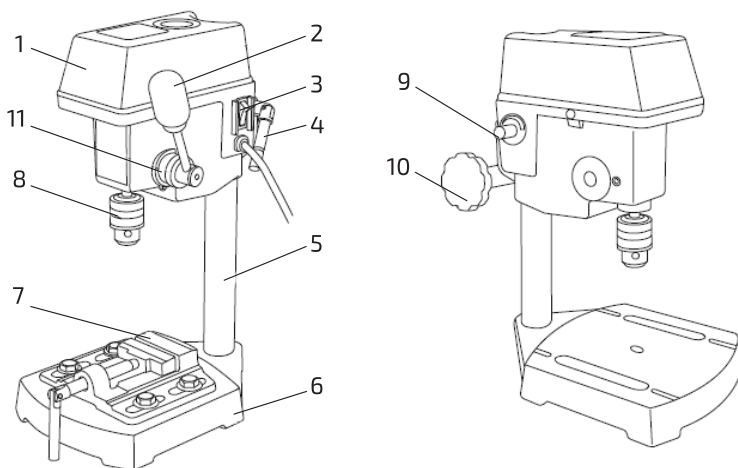

Рис. 1
Основные компоненты вертикально-сверлильного станка (рис. 1)
1. Ослабить рукоятку фиксации сверильной головки (4) и повернуть круглую рукоятку регулировки высоты (10) по часовой стрелке для подъема сверильной головки (8) в крайнее верхнее положение (см. рис. 1).
1. Для регулировки сверлильной головки по высоте следует ослабить рукоятку фиксации сверлильной головки (4) и повернуть круглую рукоятку регулировки высоты (10) по часовой стрелке для подъема или против часовой стрелки – для опускания сверлильной головки на необходимую высоту (см. рис. 1).